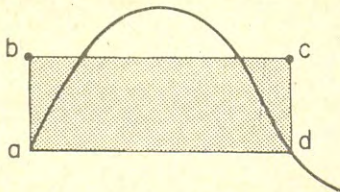

Figura 23
Vejamos a figura 23, onde aparecem 4 casos representativos (tensão instantânea para 45, 90, 135 e 333 graus). O raio vetor (E) é a tensão máxima que é igual a 20 volts; a altura vertical (e) é a tensão instantânea em cada caso. Como o seno de um ângulo de zero grau é igual a zero, o valor instantâneo naquele ponto é também igual a zero. A 90 graus o valor instantâneo é igual ao valor máximo, pois o seno de ângulo de 90° é igual a 1.
Na figura 23 temos desenhado um semicírculo com a superfície sombreada. **ab** é a altura do retângulo (com a mesma base do semicírculo) que representaria o valor médio, se com a referida altura a área do retângulo abcd fôsse igual à superfície sombreada. Essa altura corresponde a 0,636 vezes o valor máximo ou